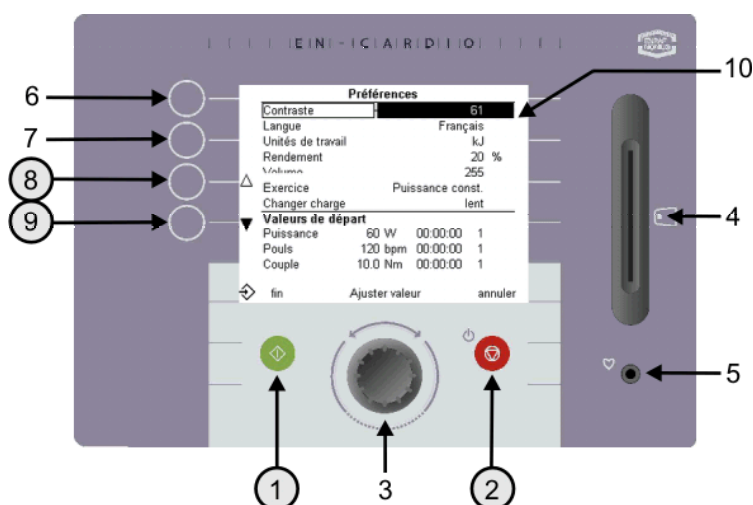

Fig. 15 Réglages personnels
La forme d'exercice, la durée d'entraînement et le numéro de profil que vous avez sélectionné apparaîtront sur l'écran réglages (Fig. 15).
Si vous désirez quitter l'écran **sans** sauvegarder les changements, appuyer sur le bouton rouge (2). L'écran réglages apparaît (Fig. 15).